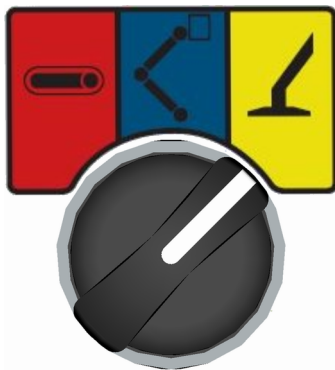

Abb. 138: Stützenfunktion
9. → Den Knebelschalter (Abb. 138) am Bedienpult auf Stützenfunktion (gelb) stellen.